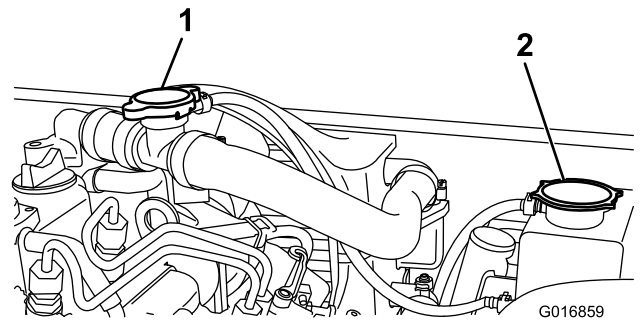

Figura 52
2. Retire el tapón de llenado (Figura 52) y llene el radiador de refrigerante.
3. Vuelva a colocar el tapón del llenado y retire el tapón del depósito de expansión del radiador (Figura 52).
2. Retire el tapón del depósito de expansión del radiador (Figura 52).